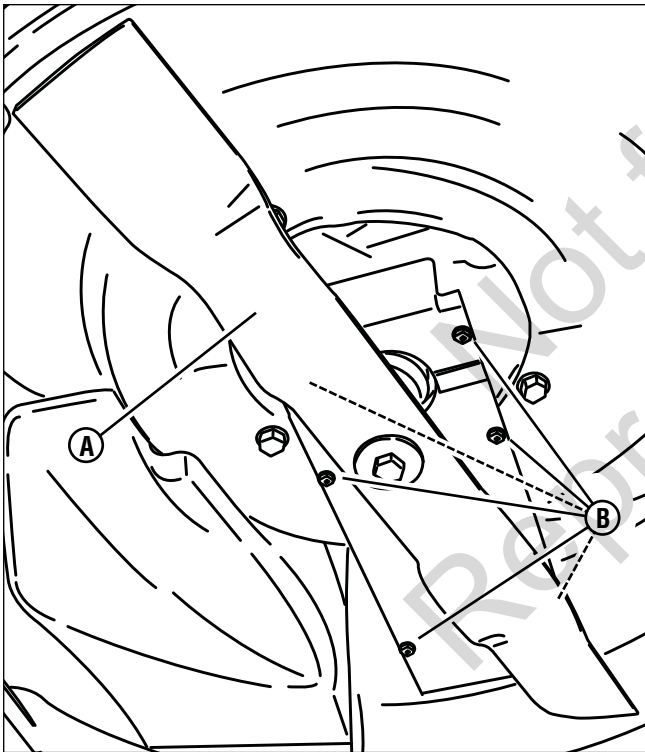

Figure 21 : Dépose de la lame et du cache de courroie
2. Enlevez la lame (**A**, **Figure 21**). Référez-vous à la section intitulée 'Affûtage de lame'.